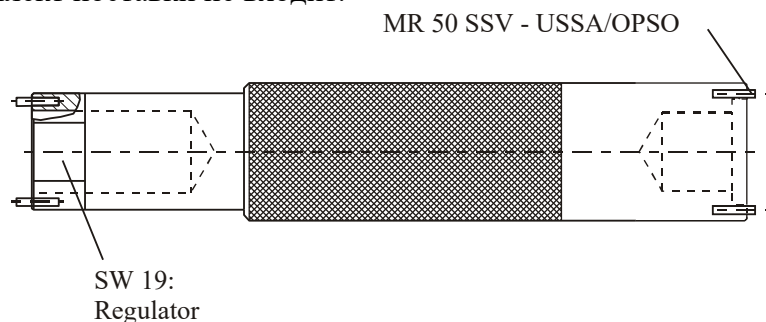

Рисунок 4 – Универсальный ключ для настройки регуляторов давления газа серии MR(заказной №73015122)
7.2.7 Для осуществления работ, связанных с настройкой и регулировкой технических параметров регулятора, рекомендуется использовать спец.инструмент (см. рис.4). В стандартный комплект поставки не входит.